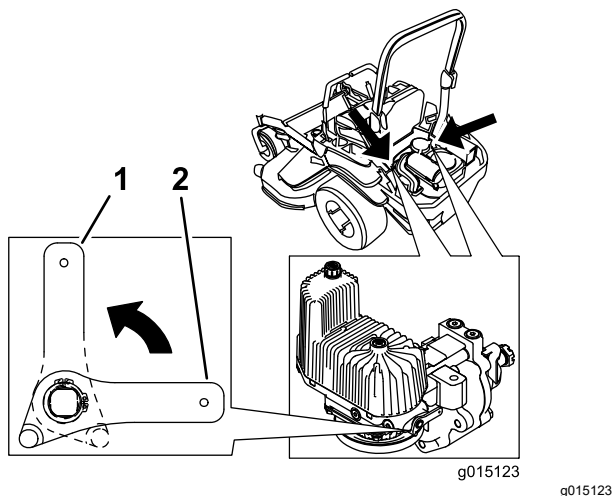

Figure 35
3. Tournez les leviers des vannes de déblocage en position verticale pour pousser la machine (Figure 35).
5. Tournez les leviers des vannes de déblocage en position horizontale pour utiliser la machine (Figure 35).